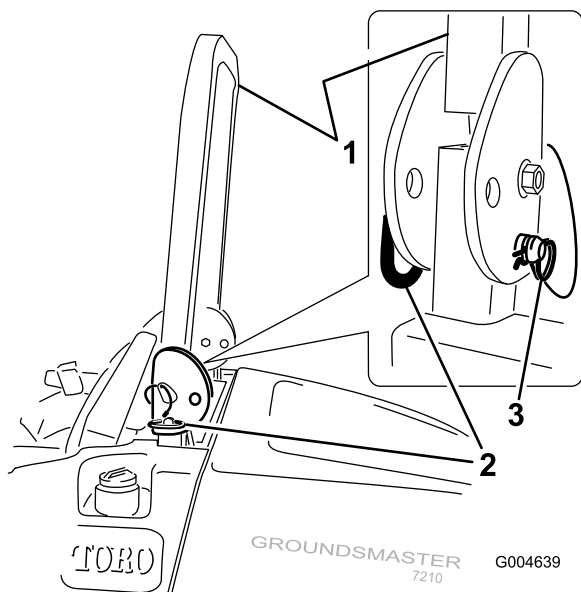

Figura 12
1. Per abbassare il roll bar, togliete le coppiglie, spingete in avanti il roll bar contro le molle e togliete le due spine (Figura 12).
- Montate le due spine e fissatele con le spine delle coppiglie (Figura 12).
- Per alzare il roll bar togliete le spine delle coppiglie e le due spine (Figura 12).
- Alzate completamente il roll bar e montate le due spine, quindi fissatele con le spine delle coppiglie (Figura 12).